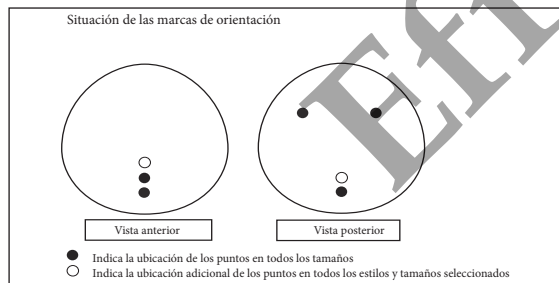

FIGURA 1
- *Natrelle*® 150 incluye un mini reservorio remoto para inyección de cierre hermético automático compatible con la resonancia magnética (RM) que contiene una protección de titanio para prevenir perforaciones involuntarias con la aguja a través de la base del sitio de inyección.
- Los implantes mamarios *Natrelle*® rellenos de gel de lumen sencillo con forma anatómica incluyen puntos de orientación para ayudar a la correcta colocación del implante durante la cirugía (véase la Figura 1).